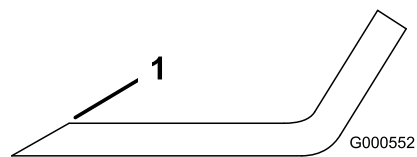

Figure 57
1. Au moyen d'une lime, aiguissez les tranchants aux deux extrémités de la lame (Figure 57).
**Remarque:** Si la lame est déséquilibrée, limez un peu l'extrémité de l'ailette seulement (Figure 57).